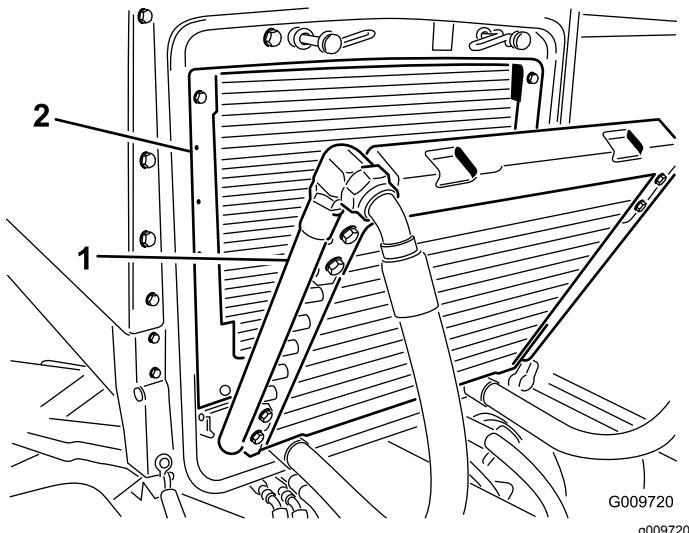

Figura 52
3. Incline o refrigerador de óleo para trás. Limpe ambos os lados do refrigerador do óleo e a zona do radiador (Figura 52) com ar comprimido. Comece a partir da parte frontal e sopre os detritos para fora na direção da parte posterior. Depois, limpe a partir da parte posterior e sopre na direção da parte frontal. Repita o procedimento várias vezes até remover toda a sujidade e detritos.